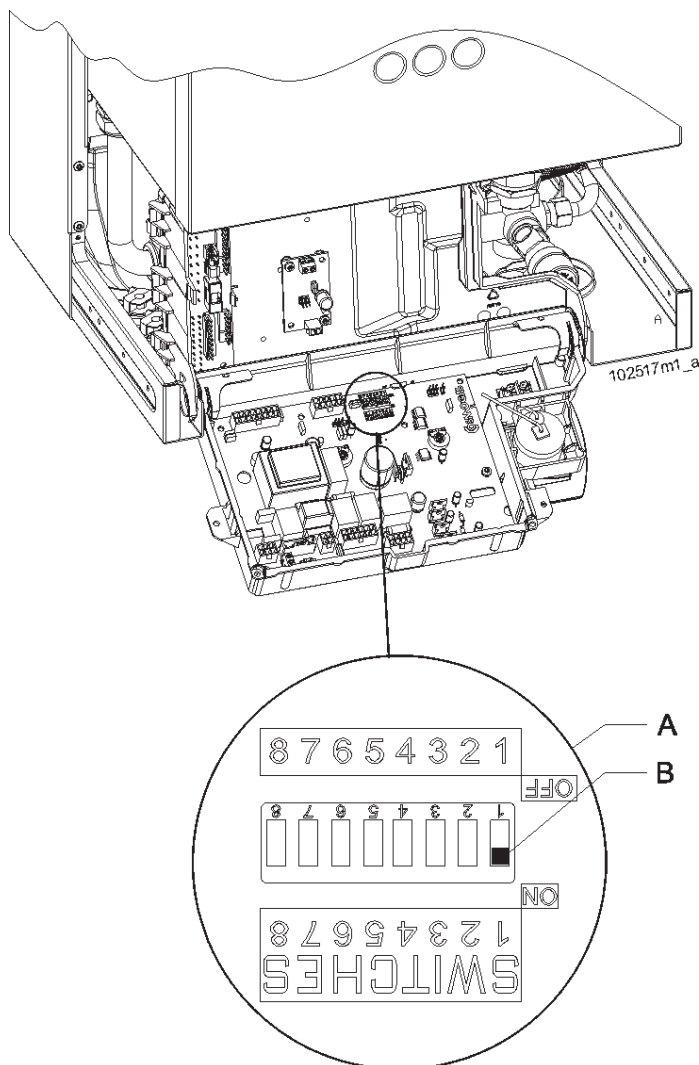

Figura 5-8 - Commutatori (SWITCHES) di adattamento apparecchio
- 3.- spostare il commutatore 1 nella posizione "B" (ON) (vedi figura 5-8);